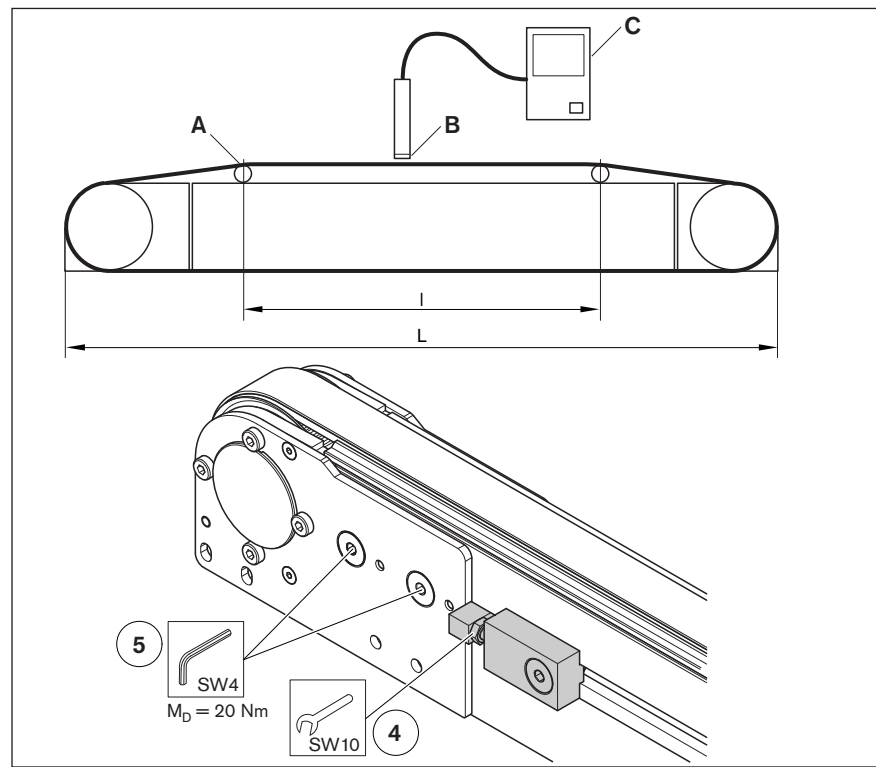

Fig. 22 Einstellen der Riemen Spannung (2/2)
- Frequenzmessgerät (C) mit Sensorkopf (B) zur Riemen Spannungsmessung
- 2 Stifte $\varnothing 4 \times 40$ mm (A).
1. Riemen Spannung einstellen: Riemen vom Führungsprofil abheben, zwei Stifte $\varnothing 4$ mm (A) zwischen Riemen und Führungsprofil einschieben (siehe „Fig. 22“).